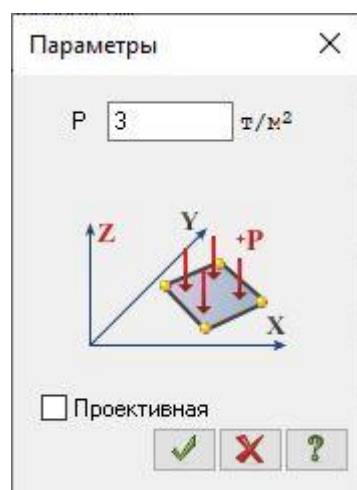

Рис.6.14. Диалоговое окно **Параметры**
- В этом окне задайте интенсивность нагрузки $p = 3 \text{ т/м}^2$ (рис.6.14).
- В этом окне задайте интенсивность нагрузки $p_1 = -3 \text{ т/м}^2$ и щелкните по радио-кнопке **Вдоль оси Z** (рис.6.14).